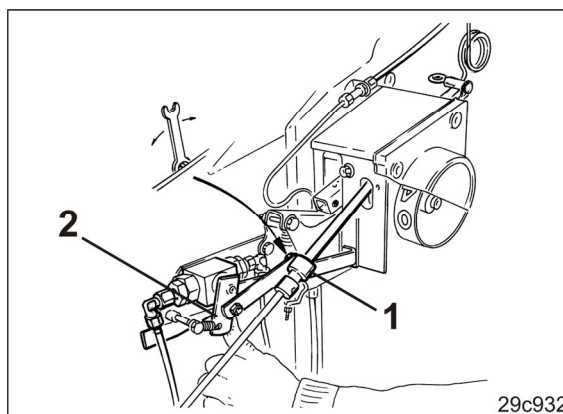

Bild 233
2. Lossa ställringen (Bild 233/1).
3. Tryck styrventilspaken (Bild 233/1) bakåt.